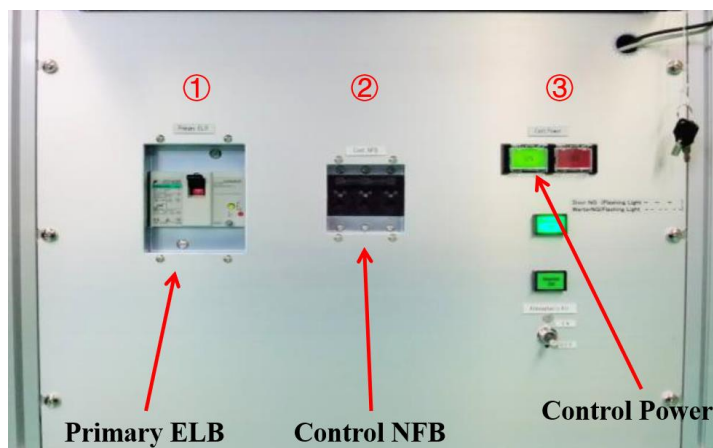

图 6-5
(13) 将烘干后的石英管安装回仪器上, 旋紧卡箍。扣紧弹簧扣, 关闭仪器前门。
(14) 关闭电脑。随后关闭电脑控制柜各开关, 从右至左(③→②→①, 图6-5)依次关闭Control Power (OFF)、Control NFB和Primary ELB。依次关闭电源柜中No.1~No.4